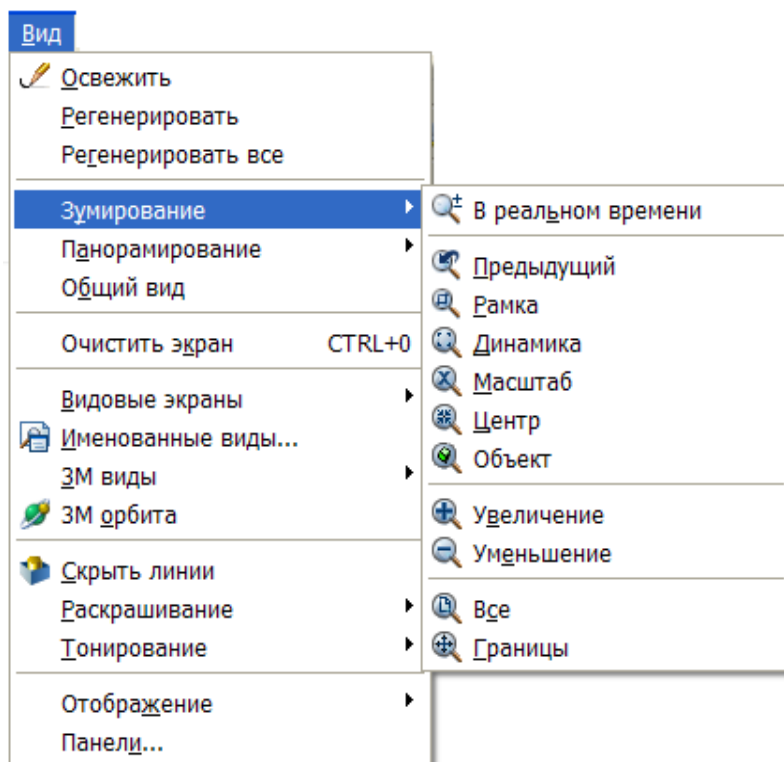

Рис. 1.17. Падающее меню Вид
- из падающего меню «Вид» (см. рис. 1.17);